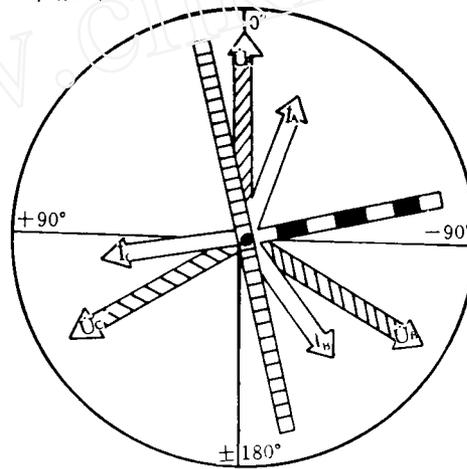

图5 判断仪外形
(3)在各部件中心钻一小孔,并将其全部叠在一起,用螺丝或铆钉穿过小孔组合起来,如图5所示,注意不要固定太紧,应使各部件能以中心灵活转动。